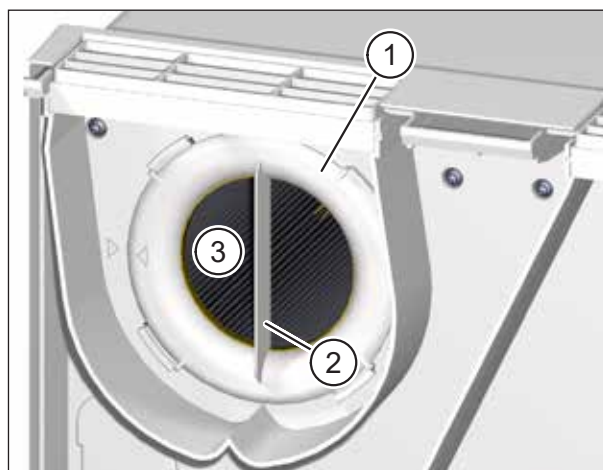

Fig. 21 : Enlever le filtre d'air repris
- ▶ Tournez l'anneau du filtre (pos. 1 dans Fig. 21) sur la poignée (pos. 2 dans Fig. 21) dans le sens inverse des aiguilles d'une montre, jusqu'à ce que l'anneau du filtre se détache des supports.
- ▶ Extrayez l'anneau du filtre, avec le filtre d'air repris (pos. 3 dans Fig. 21), hors de l'appareil d'aération.